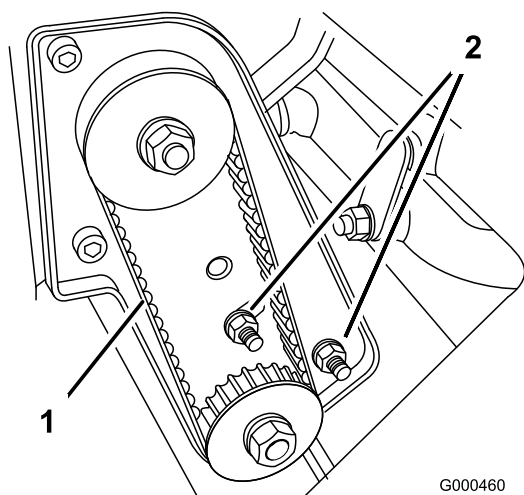

Bild 36
- A. Lösen Sie die Befestigungsmuttern des Lagergehäuses (Bild 36).
- C. Ziehen Sie die Befestigungsmuttern des Lagergehäuses (Bild 36) fest. Ziehen Sie den Riemen nicht zu stark an.